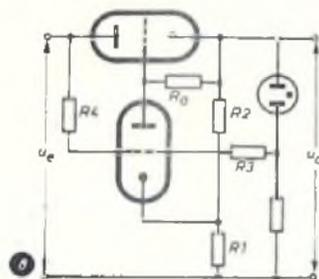

Abb. 8. Stabilisierung von Hochspannungen
Eine andere Schaltung, wie sie besonders bei Hochspannungen verwendet wird, zeigt die Abb. 8. Hier gelten die Formeln (1), (2), (3), (4) und mit guter Näherung auch (5). Für (6) gilt jetzt
sprunghaft gemäß der Übergangsfunktion der Regelstrecke erfolgt (Abb. 8 in FUNK-TECHNIK Bd. 11 (1956) Nr. 2, S. 50). Zur Zeit t_1 erreicht die Regelgröße den Sollwert von $16,5^\circ\text{C}$, und es erfolgt der Wechsel der Stellgröße, die jetzt schlagartig auf Null zurückgeht. Durch die Totzeit der Strecke beeinflusst der neue Wert der Stellgröße nicht sofort die Regelgröße, diese ändert sich noch eine gewisse Zeit in der alten Richtung weiter, bis schließlich der neue Wert der Stellgröße zur Auswirkung kommt. Die Regelgröße strebt nun gemäß der Übergangsfunktion einem kleineren Wert zu und schneidet zur Zeit t_2 wieder die Sollwertlinie. Die Stellgröße ändert sich, und das Spiel beginnt von neuem.